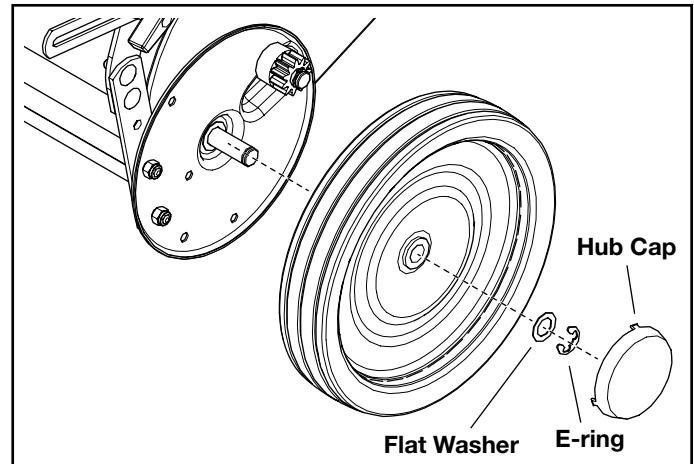

FIGURE 13
To remove the wheel, pop off hub cap with a screw driver and remove retaining "E" ring and flat washer. See Figure 13.
**LUBRIFICATION/ENTRETIEN** Les roulements de la balayeuse ont été pré-lubrifiés à l'usine. Nous recommandons d'ajouter quelques gouttes d'huile légère aux roulements de la tige des brosses deux fois par an. Enlevez les roues pour nettoyer les engrenages tous les deux ans. Après le nettoyage, appliquez une mince couche uniforme d'huile. Pour retirer la roue, enlevez le capuchon de moyeu à l'aide d'un tournevis et retirez la bague de retenue (E) et la rondelle plate. Voir la Figure 13.